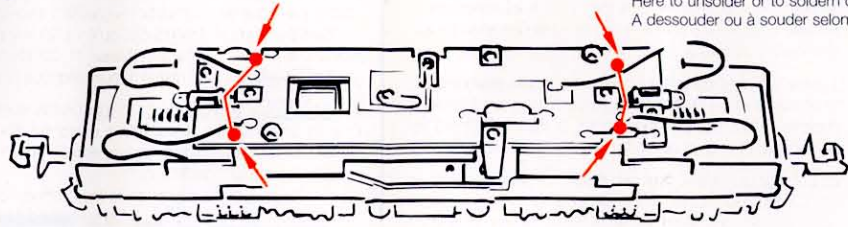

Fig. 6
**5. Kohlebürstenwechsel:** Lokgehäuse abnehmen (Fig. 2). Danach werden die **Kohlebürsten** bzw. der Motor ausgetauscht (Fig. 6). ↪ *Zusammenbau*
**5. Carbon Brush Changing:** First **remove** loco body (fig. 2), and then replace the **carbon brushes** or the **motor** (fig. 6). ⇨ *Assembly*
**5. Remplacement des balais du moteur:** Démontez la caisse (voir fig. 2). Démontez ensuite le moteur et échangez les balais ou le moteur (fig. 6). ⇨ *L'assemblage*